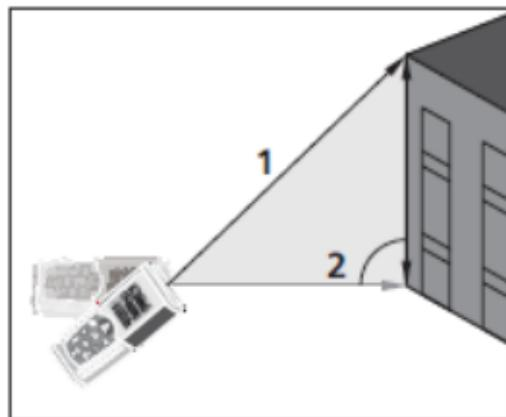

Fig. 7: Esecuzione misura Indiretta a 2 punti
3. Posizionare lo strumento nel punto più alto (1) della misura (vedere Fig. 7) e premere il tasto per eseguire la misura. Il risultato è mostrato nel primo display parziale. Il simbolo " 2" è mostrato a display con lato "2" lampeggiante
4. Posizionare lo strumento nel modo più orizzontale possibile (2) della misura (vedere Fig. 7) e premere il tasto per eseguire la misura. Il risultato è mostrato nel secondo display parziale
5. Il valore finale del risultato (ottenuto come  $\sqrt{(1)^2 - (2)^2}$ ) è mostrato nel display risultante